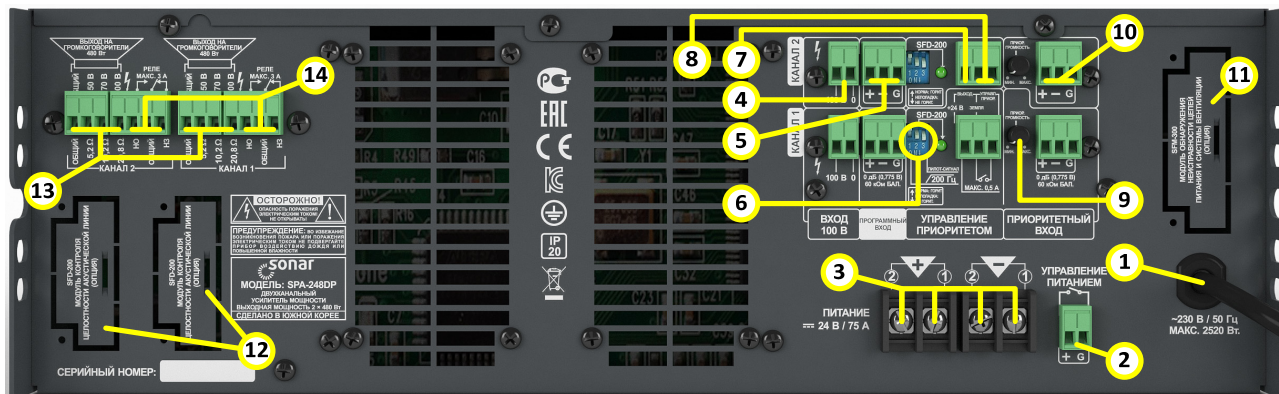

Рисунок 2 - SPA-248DP
5.2.2 Задняя панель УМ (рис. 2, 3, 4):
- «СЕТЕВОЙ РАЗЪЁМ» – для подключения сетевого шнура основного питания 230 В (1);
- «УПРАВЛЕНИЕ ПИТАНИЕМ» - вход типа «открытый коллектор» для получения сигнала включения электропитания УМ от внешних устройств. Функционально дублирует переключатель питания (1. п. 5.2.1) на лицевой панели. (2);
- «РЕЗЕРВНОЕ ПИТАНИЕ» - барьерные клеммные колодки для подключения источника резервного питания 24 В (3);
- «ВХОД 100 В» - Вход с аттенуатором для подключения 100 В линии от другого усилителя мощности, с целью продублировать аудиосигнал сигнал для служебной и коммерческой трансляции (4);
- «ПРОГРАММНЫЙ ВХОД» - разъём для подключения источников линейного аудиосигнала служебного и коммерческого назначения (5);
- DIP-выключатель, для включения обрезающего ФВЧ на частоте 100 Гц – №1; для подачи питания на встраиваемый модуль Sonar SFD-200 с индикатором активности - №2 (6);
- «ВЫХОД 24 В» - контакты разъёма для управления внешним оборудованием посредством подачи напряжения постоянного тока 24 В, в момент срабатывания контактов управления (7);
- «УПРАВЛ. ПРИОР» - вход типа «открытый коллектор» для получения управляющего сигнала от внешних устройств, для активации приоритетного входа (8);
- «ПРИОР. ГРОМК.» - регулятор уровня громкости сигнала на приоритетном входе (9);